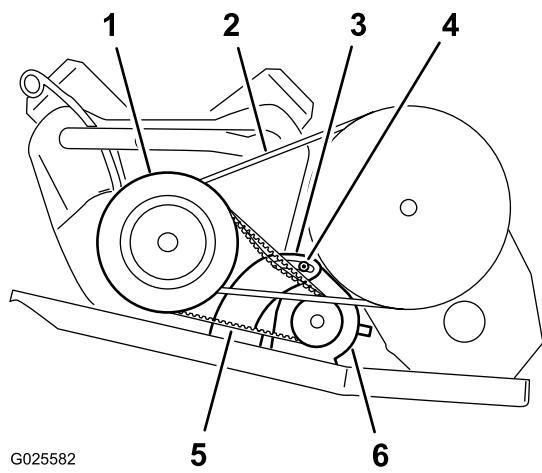

Bild 64
- Lösen Sie die Drehmutter für den Startergenerator (Bild 64).
- Drücken Sie das Stemmeisen nach unten, um den Starter nach unten im Schlitz zu drehen, bis die Riemenspannung nur eine Riemendurchbiegung von 6 mm erlaubt, wenn Sie eine Kraft von 44 N aufbringen (Bild 64).
- Ziehen Sie die Drehmutter mit der Hand an und entfernen Sie das Stemmeisen (Bild 64).